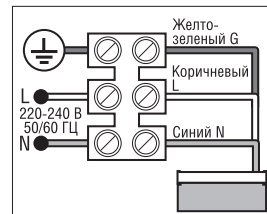

Рисунок 3.
- Подключите питание, согласно приведенной схеме подключения (Рис.3) Убедитесь в отсутствии напряжения в подключаемой сети электропитания. Подключите коричневый провод **L** к фазному, синий провод **N** к нейтральному, желто-зеленый \oplus к заземляющему проводу сети. Подайте напряжение питания на светильник.